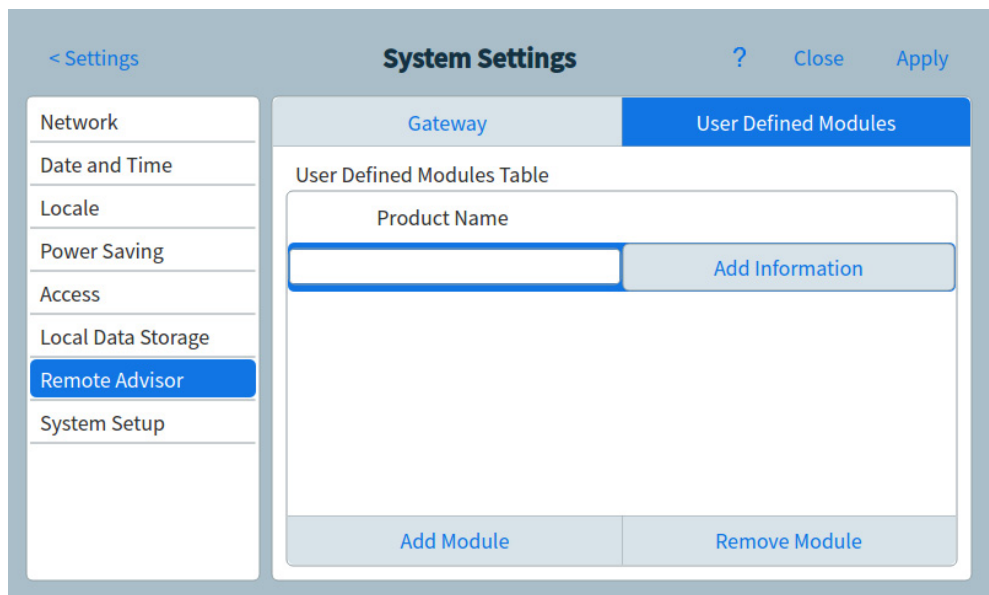

Figure 47 Page Conseiller à distance - Ajouter des informations
- b Appuyez sur **Ajouter un module**. Une ligne de saisie du Nom de produit s'affiche. Voir Figure 47.